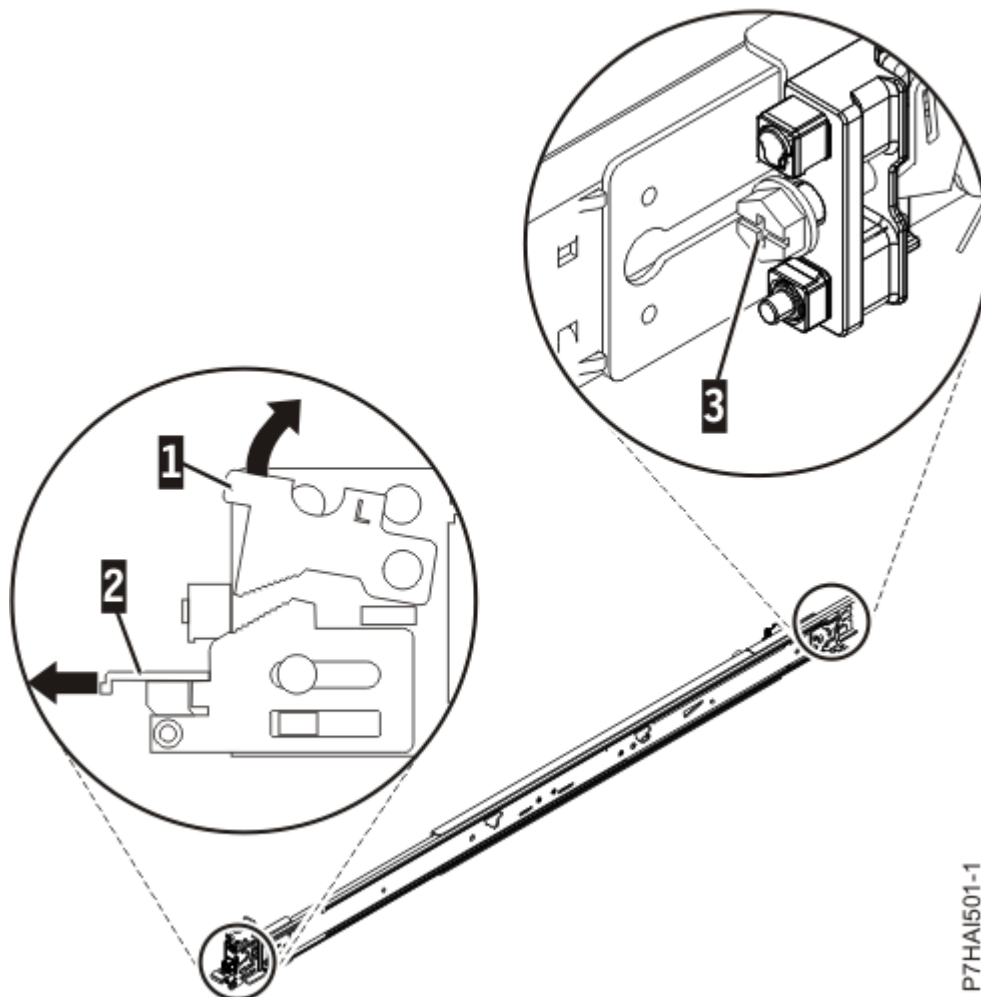

図 2. 前面ラッチの開放および後部ねじの取り外し
2. 前面のロッキング・タブ **(1)** を押し上げて、レールの前部にある前面ラッチ **(2)** を引き出します。次に、レール **(3)** の後部からねじを取り外します。詳しくは 4 ページの図 2 を参照してください。